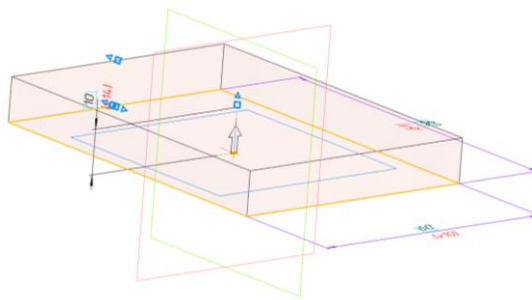

Рис. 17 Команда «Элемент выдавливания»
- **Твердотельное моделирование – Элементы тела – Элемент выдавливания.** Параметры операции Элемент выдавливания: результат операции – объединение; сечение – Эскиз 1; способ выдавливания – на расстояние 10 мм (рис. 17).